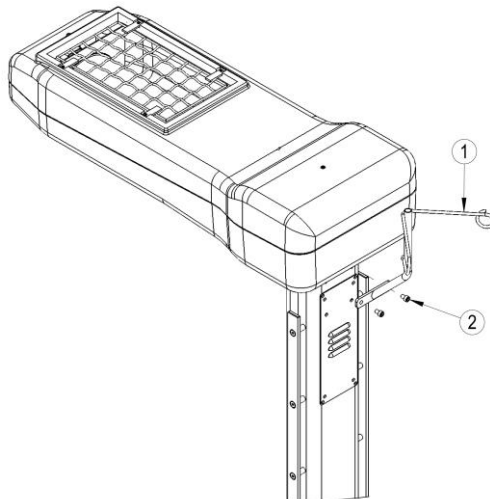

Figura 63 – Montagem do Suporte de Soro Menor Fixo
- Colocar o suporte de soro (1) na posição correta, alinhando os furos do suporte de soro com os furos, localizados na parte de trás, da coluna do berço, conforme figura 63.
- Utilizando uma chave sextavada de 5 mm, colocar os parafusos sextavados internos (2) nos orifícios e apertar.